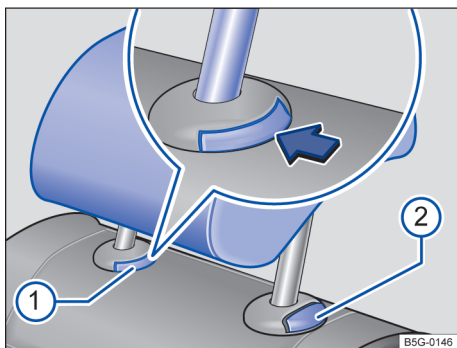

Fig. 97 Apoio para cabeça traseiro: remover
- Pressionar o botão → Fig. 97  na guia do apoio para cabeça.
- Ao mesmo tempo, pressionar o botão → Fig. 97 , enquanto outra pessoa retira totalmente o apoio para cabeça.
- Empurrar o apoio para cabeça para baixo com o botão → Fig. 97  pressionado.